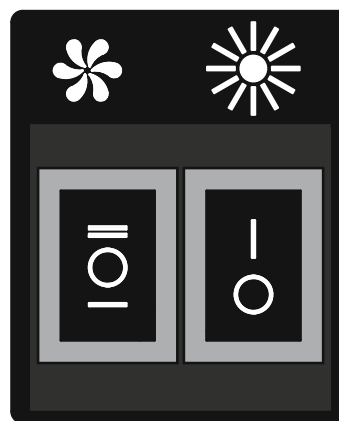

Рис.5
7.3 На боковинах корпуса размещен клавишный переключатель режимов работы и включения ламп освещения (**рис.5**).